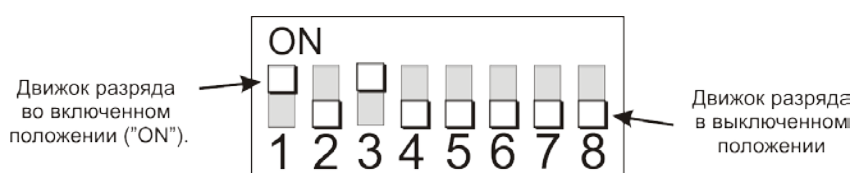

Рисунок 24
- Для выставления адреса на плате модуля используется 8-разрядный DIP-переключатель. Заводская установка для всех разрядов DIP-переключателя - выключенное положение, что соответствует нулевому адресу. Возьмите плоскую отвертку и установите движки каждого разряда DIP-переключателя в положение соответствующее определенному адресу согласно таблице адресов. Например, для установки 5-го адреса, переместите движки 1-го и 3-го разрядов DIP-переключателя вверх, во включенное положение, промаркированное на корпусе DIP-переключателя как "ON" (рисунок 24). Движки остальных разрядов установите в нижнее (выключенное) положение. В таблице адресов включенное состояние движка указано как "on", выключенное состояние обозначено прочерком. Движки 7-го и 8-го разрядов DIP-переключателя всегда должны находиться в выключенном положении.